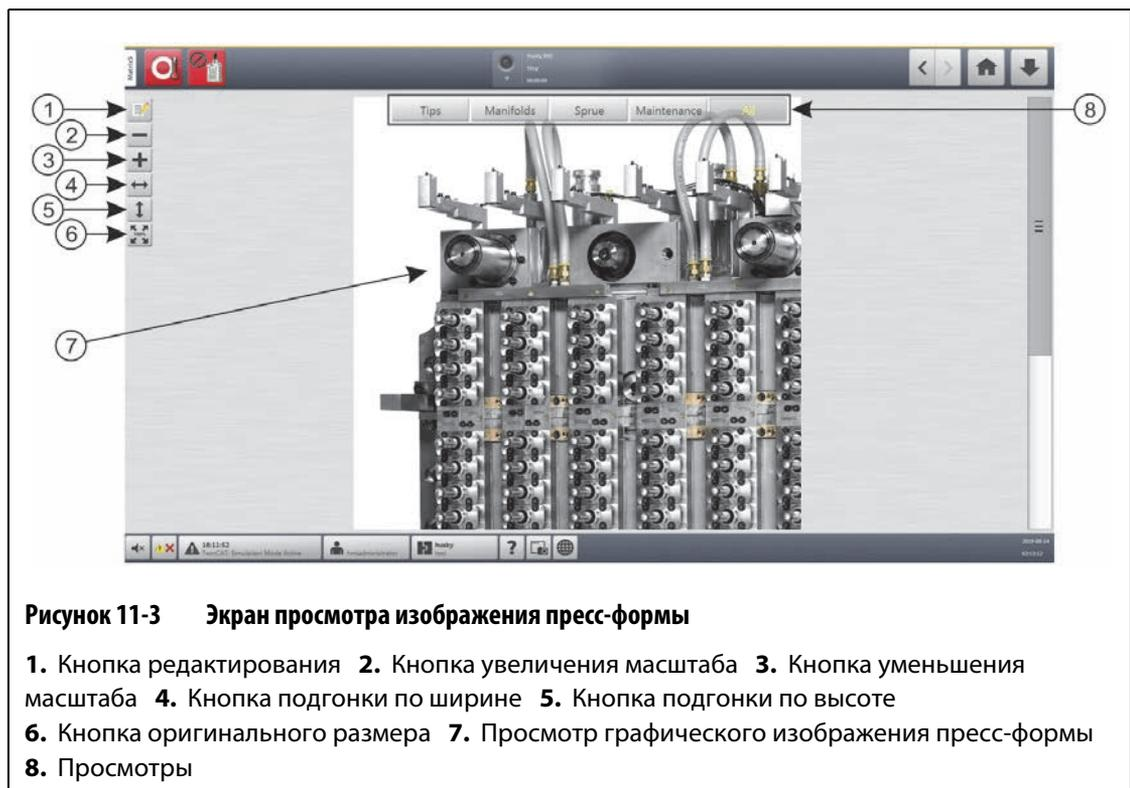
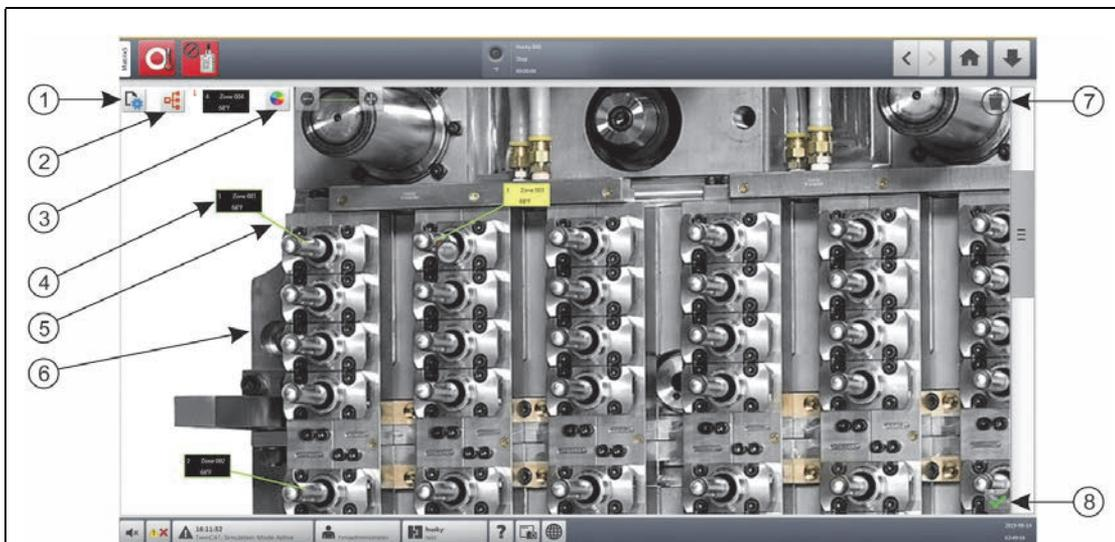

Рисунок 11-3 Экран просмотра изображения пресс-формы
Рисунок 11-4 Экран просмотра изображения пресс-формы в режиме редактирования
Элементы на панели инструментов просмотра изображения пресс-формы указаны в разделе Рисунок 11-3 и описаны в разделе Таблица 11-1.
Для настройки просмотра изображения пресс-формы нажмите кнопку **Изменить** (см. Рисунок 11-3), чтобы войти в режим редактирования. Рисунок 11-4 отобразится экран редактирования и обозначит элементы, используемые для настройки просмотра изображения пресс-формы.
2. Нажмите кнопку **Выбрать зону нагрева**. См. Рисунок 11-4.
3. Нажмите кнопку **Изменить настройки просмотра**. См. Рисунок 11-4.
3. Нажмите кнопку **Цвет линии выноски**. См. Рисунок 11-4.
2. Нажмите и перетащите панель информации о зоне, которую необходимо удалить, на кнопку **Удалить** (см. Рисунок 11-4) или за пределы графического просмотра изображения пресс-формы.
2. Нажмите кнопку **Принять** (зеленая галочка). См. Рисунок 11-4.